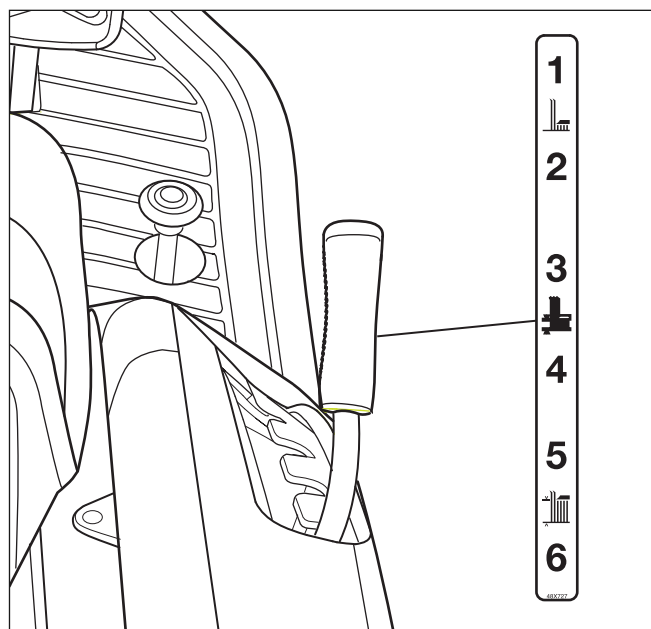

Abbildung 16
1. Den Hubhebel nach vorne schieben, um das Mähwerk abzusenken; den Hubhebel nach hinten schieben, um das Mähwerk anzuheben (siehe **Abbildung 16**).
2. Den Hubhebel in die höchste Stellung schieben (siehe **Abbildung 16**).
2. Den Hubhebel auf die gewünschte Schnitthöhe einstellen (siehe **Abbildung 16**). Bei hohem oder dichtem Gras muss das Gras erst in der höchsten Stellung gemäht werden; erst danach kann das Mähwerk in eine niedrigere Stellung gebracht werden.